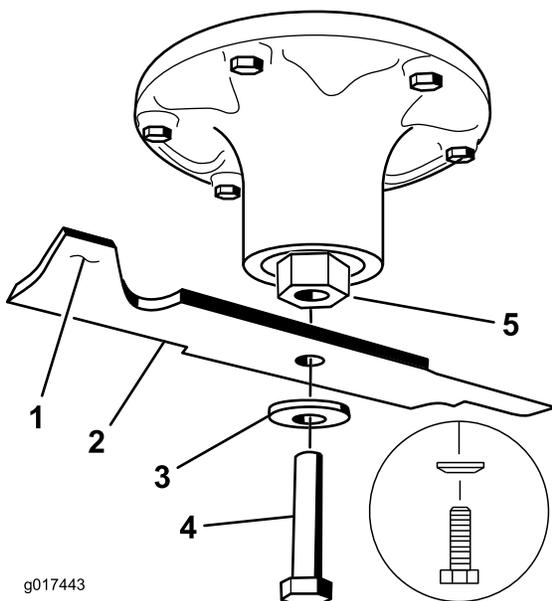

Рисунок 78
2. Отверните болт ножа, снимите изогнутую шайбу и нож с вала шпинделя (Рисунок 78).
1. Установите нож на шпindel (Рисунок 78).
2. Установите изогнутую шайбу и болт ножа (Рисунок 78).